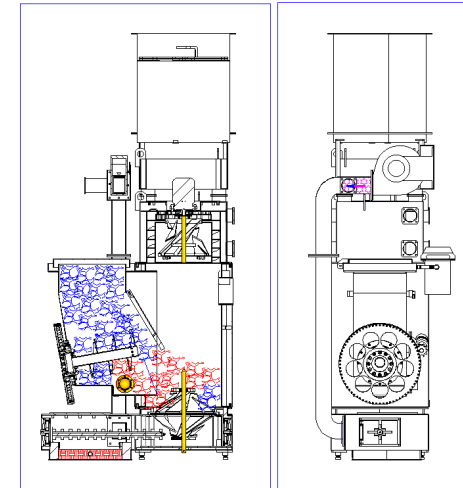

Рис.12
3. Открыть крышку гидрозатвора, загрузить пакеты с биоотходами в воронку «Б» и закрыть крышку гидрозатвора (рис.12)